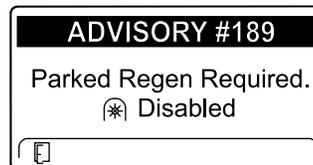

Figura 48
- Se non eseguite una rigenerazione parcheggiata entro 2 ore, l'InfoCenter visualizza il messaggio di richiesta della rigenerazione parcheggiata e di disabilitazione della presa di forza ADVISORY #189 (Figura 48).